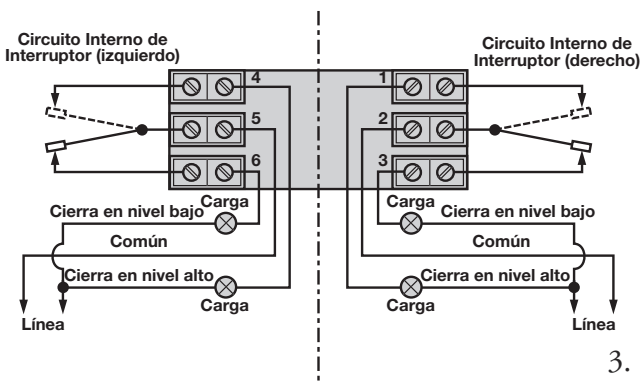

Figura 4
**NOTA:** Vea Figura 4 o el boletín de mecanismos de interruptor para las conexiones a terminal adecuadas. Los números de boletín de interruptor están listados en la tabla siguiente.